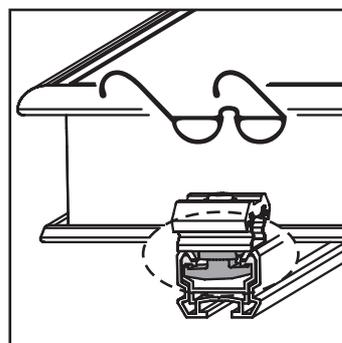

Figura 3-21 Controllare la posizione del profilato di serraggio inferiore
- Controllare la posizione del profilato di serraggio inferiore (Figura 3-21).